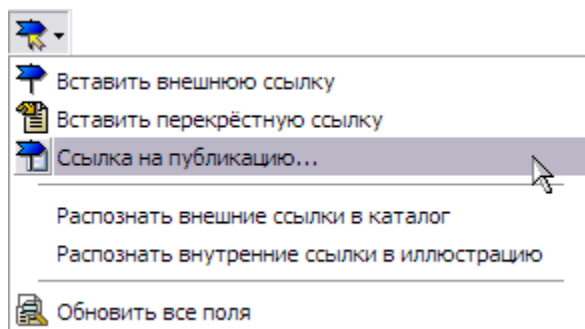

Рис. 5.231
2. На инструментальной панели **Объекты** нажмите на кнопку **Ссылки и поля**  (Рис. 5.231).